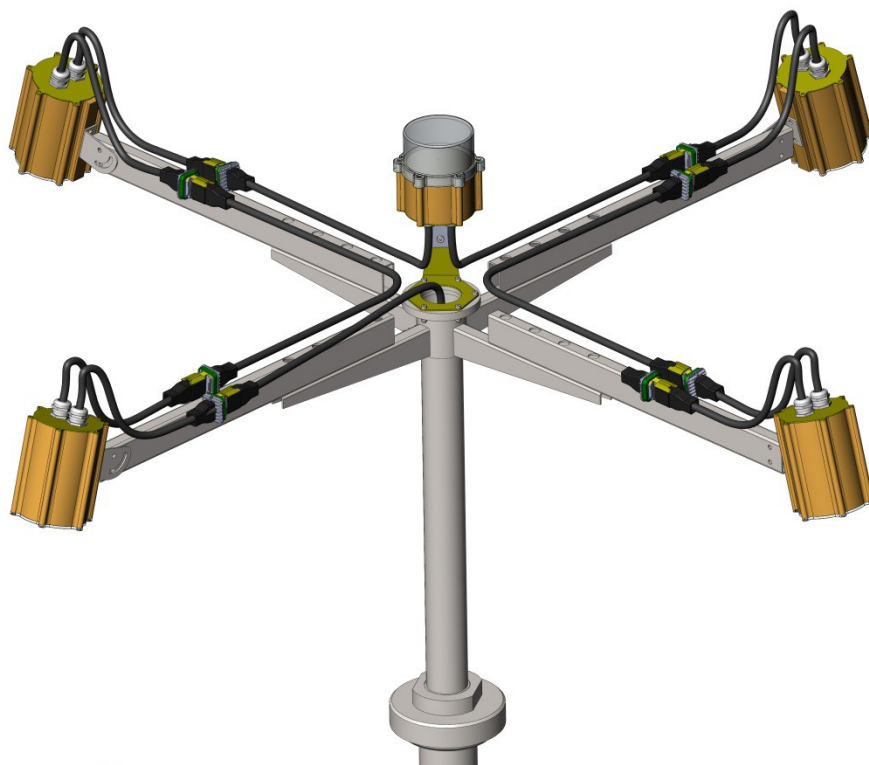

Рис. 11 Подключение проводов на люстре подсветки ветроуказателя.
1. Подключение проводов производится по схеме 1. Окончательный вид подключенного светоборудования рис.11